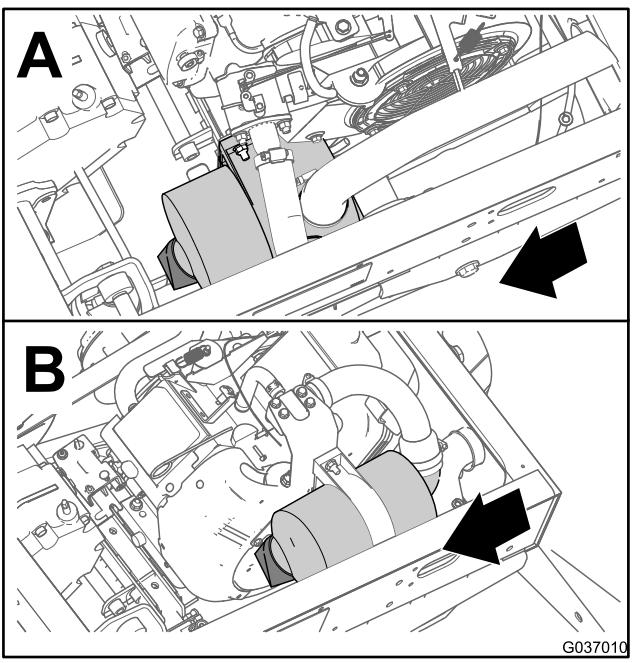
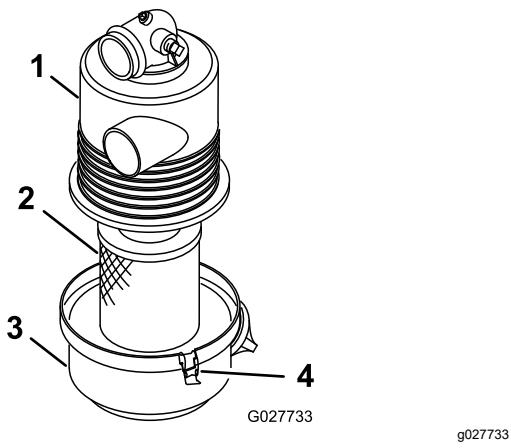

Рисунок 32
Рисунок 33
- Проверьте корпус воздухоочистителя на отсутствие повреждений, которые могут вызвать утечку воздуха (Рисунок 32 и Рисунок 33).
3. Отпустите фиксаторы, крепящие крышку воздушного фильтра на его корпусе (Рисунок 33).
4. Отделите крышку от корпуса и очистите внутреннюю поверхность крышки воздушного фильтра (Рисунок 33).
3. Вставьте элемент в корпус воздушного фильтра (Рисунок 33).
4. Совместите крышку воздушного фильтра с его корпусом (Рисунок 33).
5. Закрепите крышку на корпусе фиксаторами (Рисунок 33).